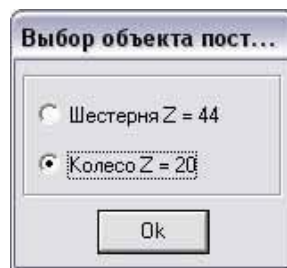

Рисунок 6.23 – Вибір об'єкта побудови
12. Після цього натисніть кнопку **Повернення в головне вікно**. Збережіть файл розрахунків і закрийте вікно. З'явиться діалогове вікно вибору об'єкта побудови (у нашому випадку, виберіть побудову колеса) (рис. 6.23).